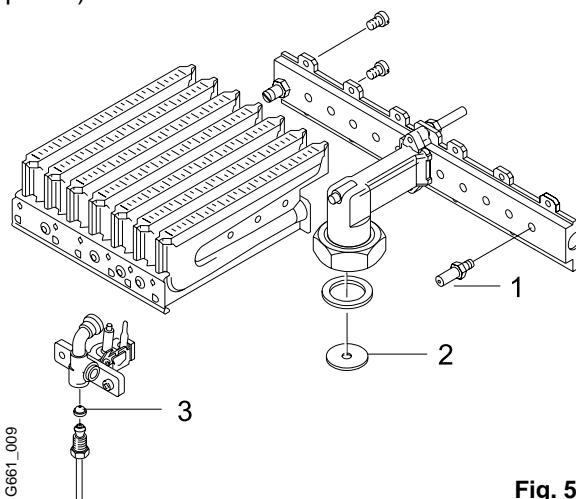

Fig. 5
2. Desmontar el quemador (fig. 5).
Desenroscar los grupos izquierdo y derecho del quemador y cambiar las boquillas inyectoras (fig. 5, pos. 1).
3. Cambiar la boquilla del quemador piloto (fig. 5, pos. 3).